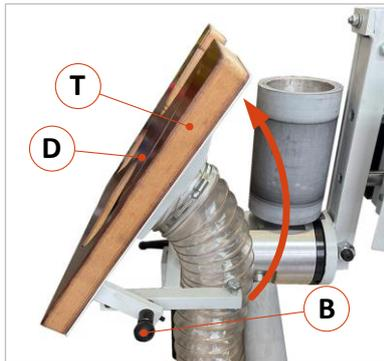

Abbildung 31: Tisch auf 45° klappen
- Hauptschalter (1) ausschalten und durch Abschließen sichern.
- Klappen Sie den Seitentisch (T) nach oben in die 45°-Position und lassen ihn via Rastbolzen (B) einrasten, damit die Revolvereinheit freisteht und gedreht werden kann (siehe ⇒ Abbildung 31).
- Danach drehen Sie Drehplatte (D) im Seitentisch auf die zur gewählten Walze passende Stellung, bis sie dort einrastet (siehe ⇒ Abbildung 31).
- Dann den Seitentisch (T) wieder vorsichtig nach unten in die waagrechte Position klappen.